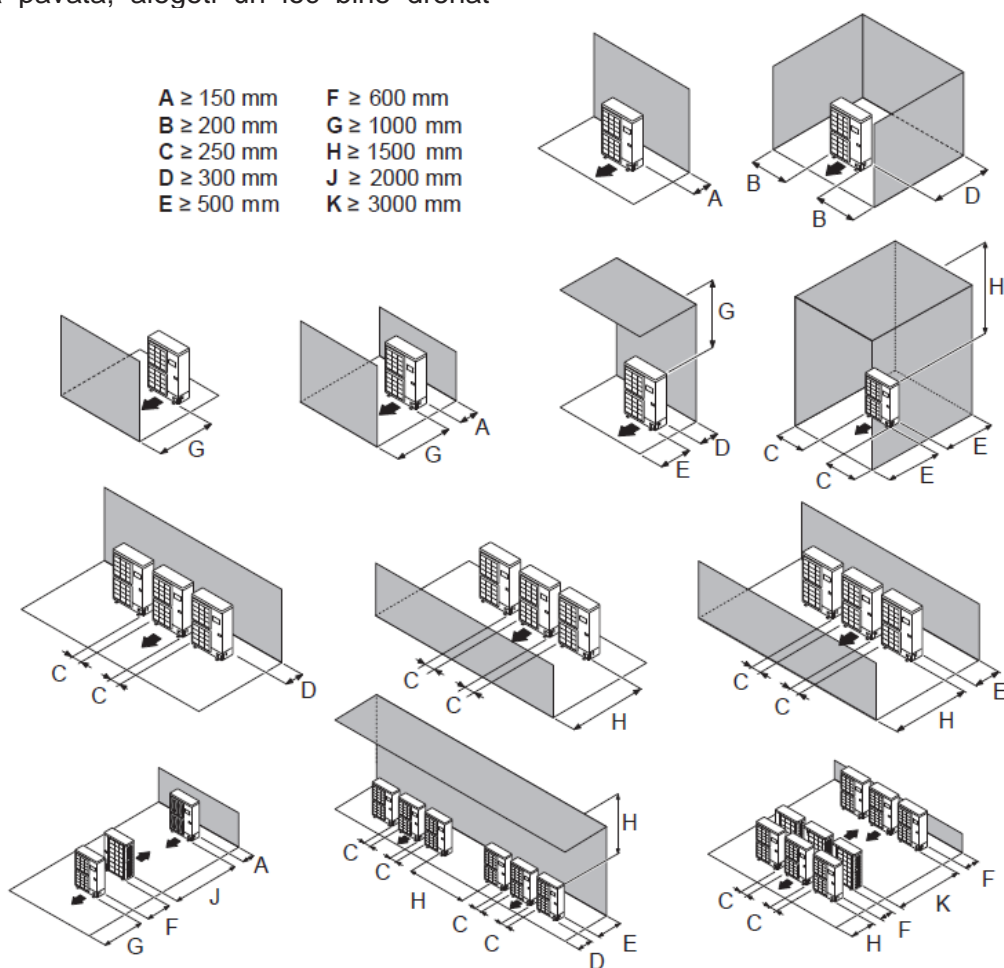

fig. 13 - Distanțe minime de instalare în jurul unității exterioare (toate modelele)
- Unitatea trebuie sa fie usor accesibila pentru viitoarele lucrari de instalare si intretinere (fig. 13).
- Nimic nu trebuie sa obstructioneze circulatia aerului prin vaporizator si sa iasa din ventilator (fig. 13).